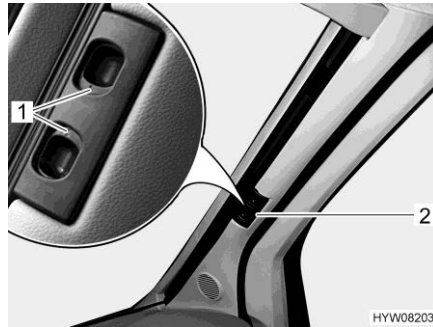

Fig. 41 Dispositif occultant plissé pour le pare-brise
- Pousser les deux moitiés du dispositif occultant plissé pour le pare-brise par la poignée (Fig. 41,2) à fond vers l'extérieur. Déplacer la poignée à l'horizontale en direction de l'évidement de verrouillage.
- Faire s'enclencher les poignées de déverrouillage (Fig. 41,1).